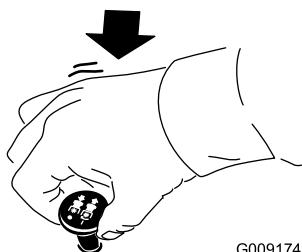

Figura 22
1. Desengate as lâminas através da deslocação do interruptor de controlo das lâminas na posição DESLIGAR (Figura 22).